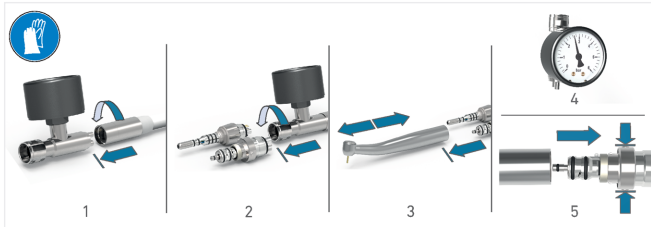

РИС. 4
6. Чтобы отсоединить BORA 2 LED от переходника Unifix, нажмите на 2 боковых фиксатора (РИС. 4 этап 5) и одновременно извлеките турбину из переходника.